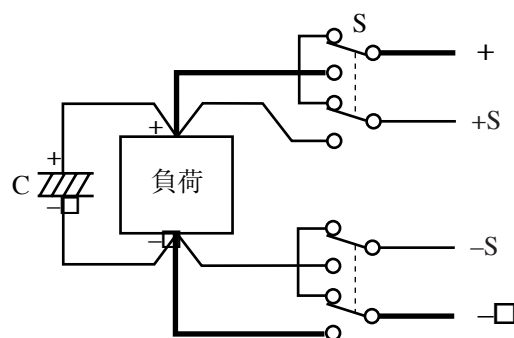

図 4-5 機械的スイッチによる ON/OFF
- ・ 負荷に供給する電力を機械的スイッチで ON/OFF する場合は、図 4-5 のようにセンシング線にもスイッチを入れ、電力とセンシングを同時に ON/OFF してください。